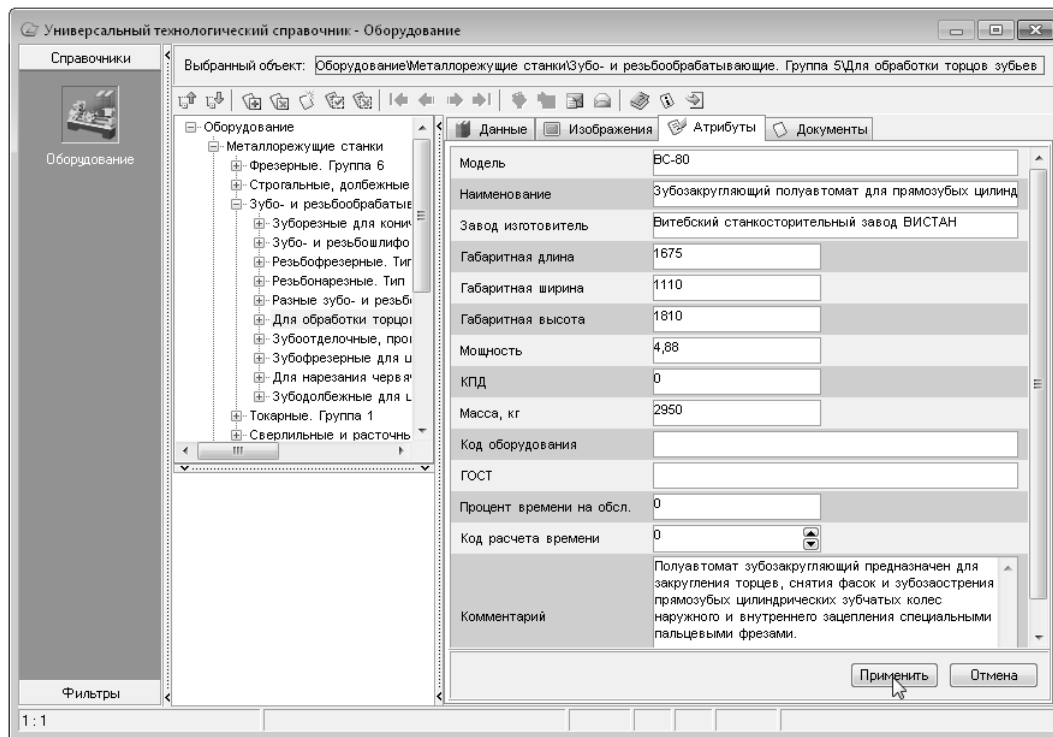

Рис. 7.1.
5. После ввода данных нажмите кнопку **Применить** (рис. 7.1).